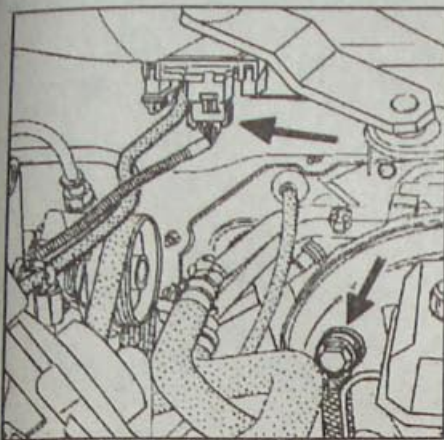

Рис. 2.46. Расположение датчика абсолютного давления и места крепления вакуумного шланга к усилителю тормозов
• Отсоедините вакуумный шланг от вакуумного усилителя тормозов (рис. 2.46).